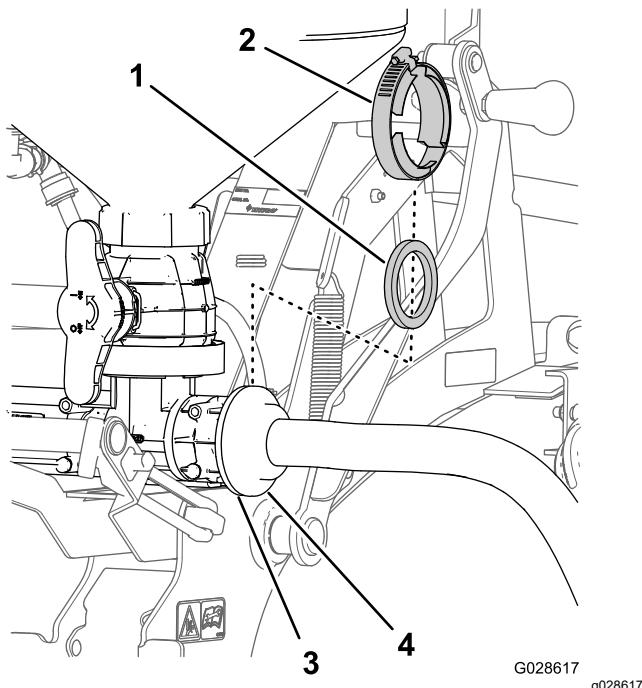

图 26
1. 将供水软管的凸缘接头与清洁加药器的凸缘对齐图 26。
2. 用垫片和凸缘夹具将供水软管固定到清洁加药器上图 26。